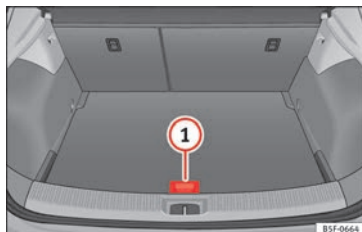

Fig. 179 Bagageira: piso variável
- Levante o piso variável pela pega »» Fig. 179 ①, puxe-o e empurre para o encosto dos bancos traseiros até que a parte móvel do piso assente sobre o mesmo.